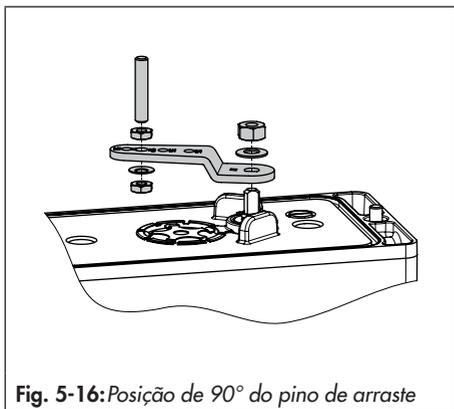

Fig. 5-16: Posição de 90° do pino de arraste
5. Insira e aperte o pino transmissor na posição de 90º no braço do posicionador (consulte a Fig. 5-16). Utilize apenas o pino transmissor mais comprido incluído no kit de montagem.
6. Alinhe o posicionador no suporte adaptador (1) de forma a que o pino transmissor engate no disco de arraste do atuador (3).
7. Aperte o posicionador no suporte adaptador (4) utilizando os parafusos de aperto (6).
2. Aperte o bloco adaptador (1) na interface NAMUR do atuador utilizando os quatro parafusos de aperto (2). Certifique-se de que os vedantes assentam corretamente.
3. Monte o disco de arraste (3) no veio do atuador. Use o adaptador correspondente (consulte a Tabela 5-9 na página 5-48).
4. Coloque o suporte adaptador (4) no bloco adaptador (1) e aperte-o utilizando os parafusos de aperto (5). Certifique-se de que os vedantes assentam corretamente.
5. Insira e aperte o pino transmissor na posição de 90° no braço do posicionador (consulte a Fig. 5-16 na página 5-22).